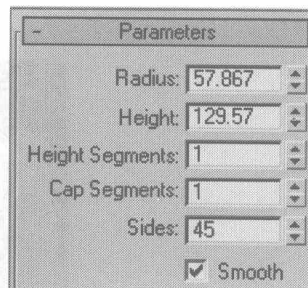

图 6.456
- 69** 进入 Modify 控制面板, 在 Parameters 卷展栏中设置圆柱体的参数, 如图 6.456 所示, 然后单击右键, 在弹出的快捷菜单中选择 Convert to Editable Poly 命令, 将其转换为可编辑的 Polygon 模型。